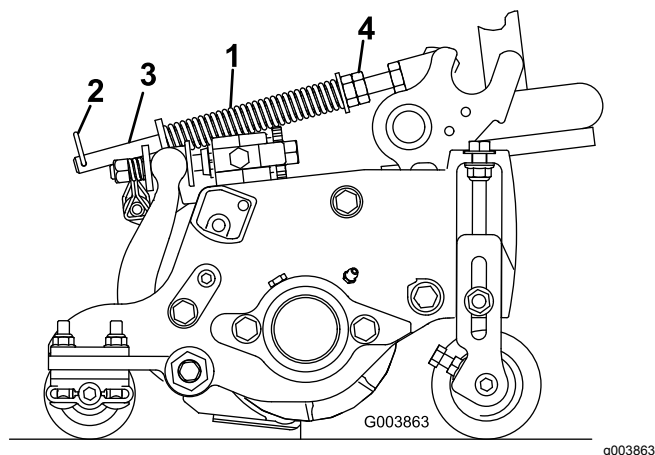

Figura 21
La molla di compensazione per il manto erboso (Figura 21) trasferisce inoltre il peso dal rullo anteriore a quello posteriore. per contribuire a ridurre l'ondulazione del manto erboso, detta anche fluttuazione o bobbing.
1. Verificate che la coppiglia sia montata nel foro posteriore dell'asta della molla (Figura 21).
2. Serrate i dadi esagonali sul lato anteriore dell'asta della molla, finché la lunghezza compressa della molla non è di 15,9 cm; fate riferimento a Figura 21.